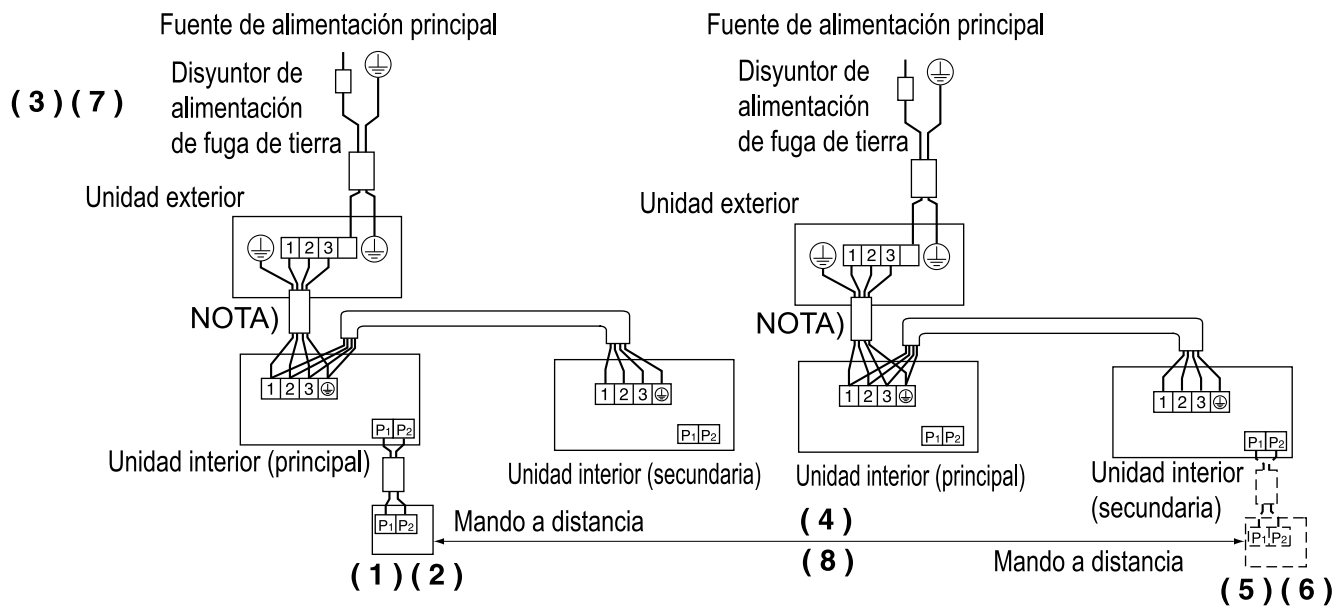

Fig. 31
- Realice el siguiente procedimiento para ajustar por separado la unidad principal y la unidad secundaria. (Refiérase a la Fig. 31)
- (1) Cambie el NO. DE SEGUNDO CÓDIGO a “02” para ajuste individual, de tal forma que pueda ajustar individualmente la unidad secundaria. (Refiérase al Cuadro 10)